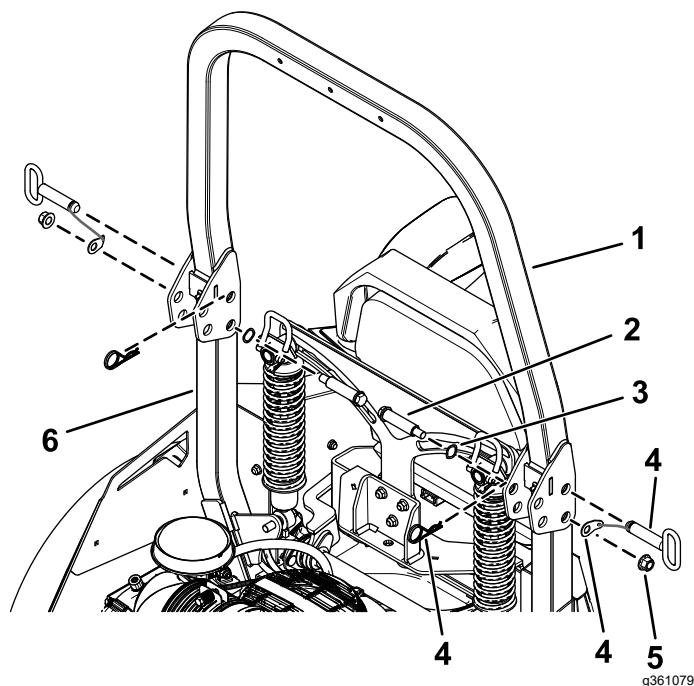

Figura 5
3. Fissate i gruppi roll bar inferiori al gruppo roll bar superiore utilizzando 2 bulloni di spallamento, 2 rondelle elastiche, 2 dadi di bloccaggio ($\frac{1}{2}$ ") e un gruppo spina pieghevole (Figura 5).